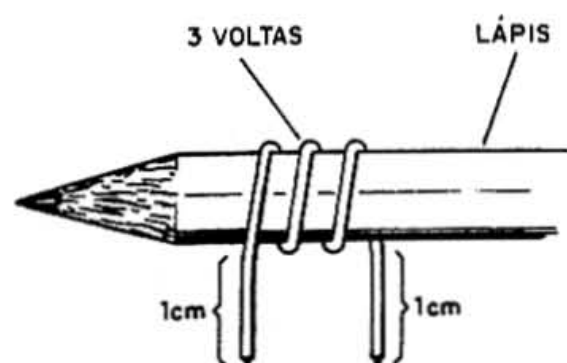

figura 6
a) Em primeiro lugar deveremos enrolar a bobina, usando para isso fio comum de ligação, preferivelmente rígido. Num lápis comum enrolamos então 3 voltas de fio com uma separação entre as voltas de aproximadamente 1 mm. Deixamos pontas de 1 cm aproximadamente para ligação no terminal da ponte. Soldamos nos pontos indicados esta bobina. (figura 6)